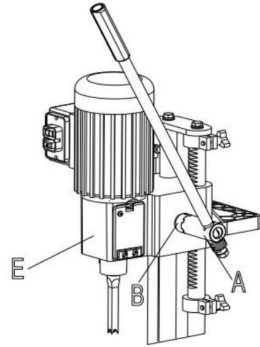

Abb. 3
2. Den Kopf der Stemmmaschine (E) Abb. 3 durch Drehen des Griffs in die obere Position anheben (A) im Uhrzeigersinn. HINWEIS: Der Griff (A) ist federbelastet und kann durch Den Griff herausziehen und ihn wieder auf der Ritzelwelle (B) positionieren.